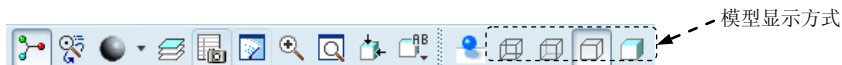

图 5.2.51 “模型显示”工具栏的位置
② 为了使草绘时的图形显示得更清晰，在图 5.2.51 所示的工具栏中按下按钮^{无隐藏线}，切换到“无隐藏线”方式。